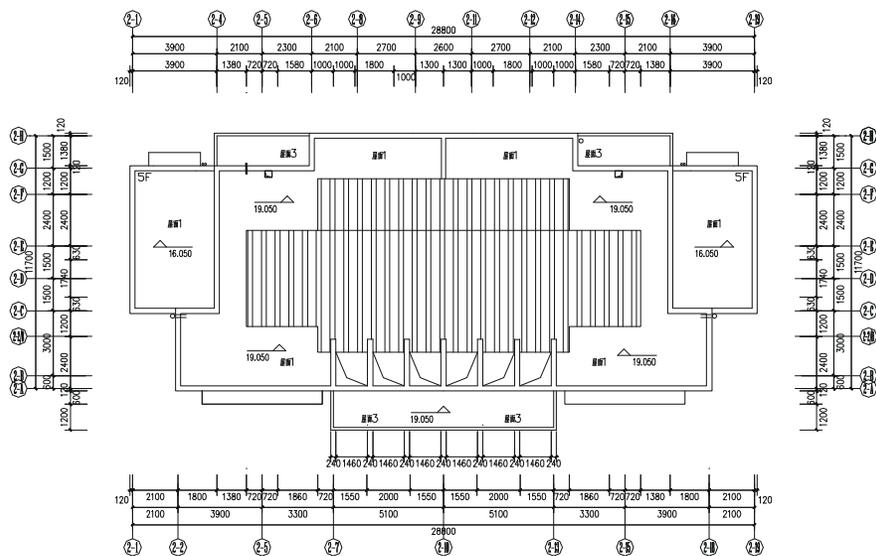

图 11-1-53
**STEP 02** 使用填充命令 BHATCH 或单击绘图工具栏上的填充按钮 , 将如图 11-1-52 所示的中间两个区域填充为  (STEEL) 图案以示瓦面，其填充角度为 45，比例为 200，如图 11-1-53 所示。